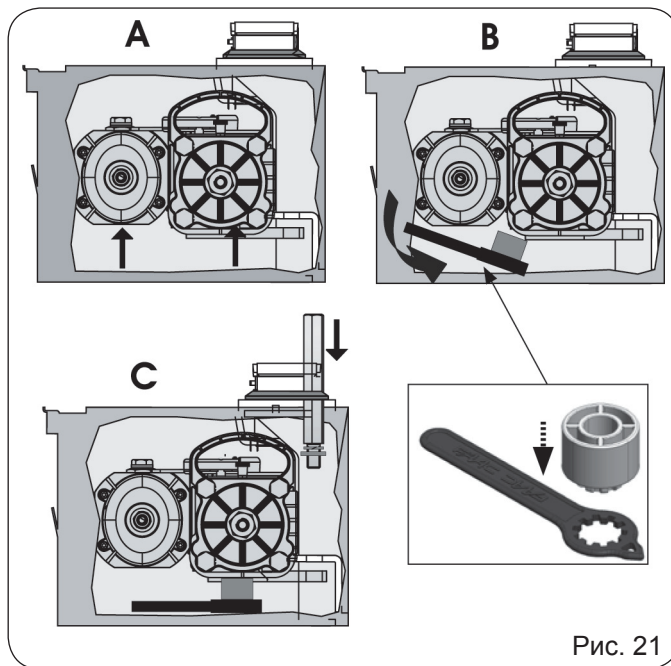

Рис. 21
- 13) Вставляя шестерню в рифленную втулку в несущем корпусе, приподнимите привод за ручки (Рис.21, позиция А). Для облегчения этой процедуры, слегка поворачивайте привод, пока он не войдет в зацепление
- 14) Поместите прилагаемый ключ под привод, как показано на рис. 21, чтобы на него опирался двигатель.
- 15) Вставьте крепежные винты с гровером и шайбой как показано на рис. 21, позиция С, и завинтите их, чтобы надежно прикрепить привод к несущему корпусу.